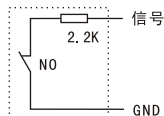
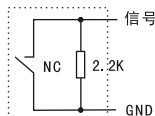

图 1
图 2
④. 分机在呼通管理中心状态下，可进行托管申请并留下简短语言说明。此后，当有访客呼叫住户时，系统将自动将呼叫请求切换至管理中心，由管理中心将住户留言转告知来访者。直至住户再次呼叫管理中心取消托管。
⑤. 分机在呼叫或对讲状态下按“”键可终止相应工作状态。
①. 当有新的短信或图片时，布防指示红灯长亮，可按一次“”键并从显示屏上读取信息内容，且听到“嘀”一声。阅读时间约为10秒，阅读次数为一次。若是在按“”键时听到忙音，表示线路忙，可稍后再查阅。
②. 在系统含有图片存储的情况下，住户可拥有16张（图片、私人短信）的存储和共享16张公共短信。在没有新的短信和图片的情况下，住户长按住“”键3秒钟以上可查看以前的短信和图片。住户查阅图片和短信顺序为（连续按“”键）：未阅公共短信→未阅私人图片和短信→已阅图片和短信。
①. 在待机无新短信的状态下，按一次“”键，分机显示屏打开，显示楼栋主机处的景象；按第二次“”键可关闭监视功能。
②. 显示屏也可在被打开的30秒后自动关闭。
①、分机报警探头连接：
a. 在分机的背后有八组报警方式选择插针座，从左至右依次是：烟感、瓦斯、红外、门磁及四组自定义防区。这些插针座在安装时应根据连接情况作出适当的选择：不连接报警探头的插针应插上短路块，否则会一直报警；连接报警探头的插针应拔出短路块，否则不能正常处理警情。在报警探头中有些是开路报警NO式（无报警时控制触点常闭，报警时控制触点断开），有些是短路报警NC式（无报警时控制触点常开，报警时控制触点接通），当探头报警方式为NO式时，应在探头触点间串接一2.2K电阻(如图1)；当探头报警方式为NC时，应在探头触点间并接一2.2K电阻（如图2）。连接电阻时应将电阻连在靠近探头触点端，这样可使分机探头在遭到强行拆卸时能正常发出警报声。每组探头端口可接多个相同的探头监测多个地点，方法是：NO式探头报警触点串联连接（如图3）；NC式探头报警触点并联连接（如图4）。